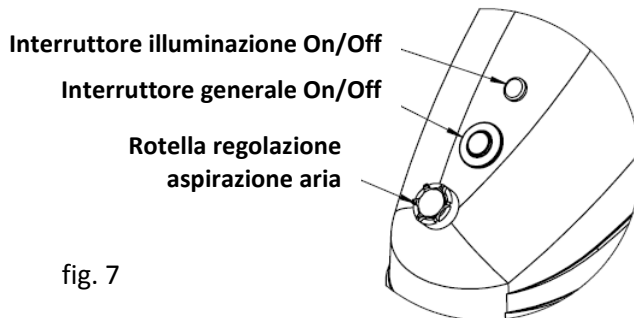

fig. 7
- Dopo l'ancoraggio meccanico, collegamento con la rete elettrica e rimontaggio dei coperchi l'impianto è pronto per essere messo in funzionamento. L'impianto si accende con il pulsante pneumatico, si veda la fig. 7. L'impianto si sfiata automaticamente.